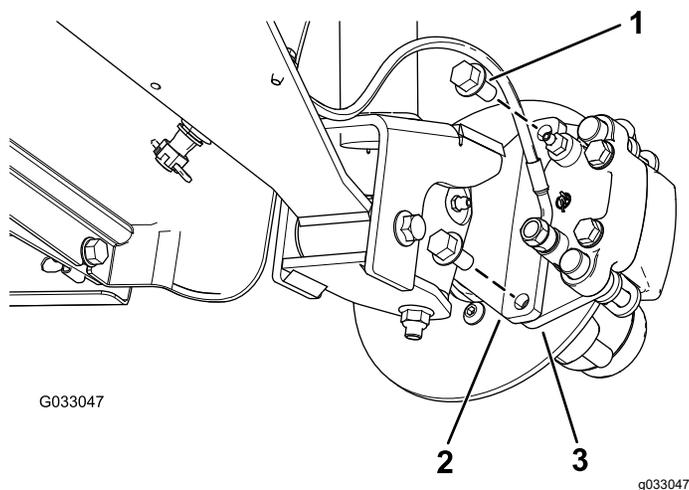
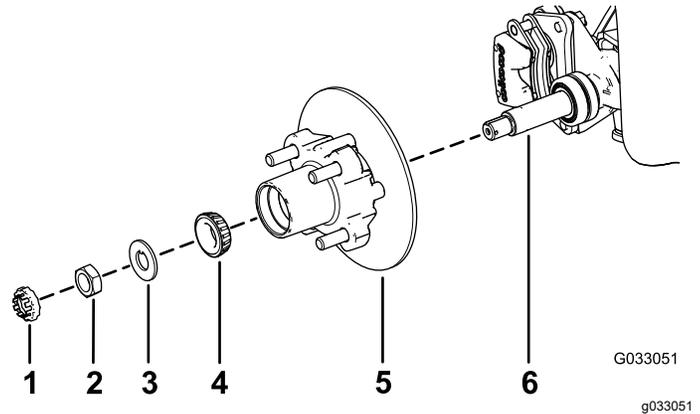

Figura 30
Figura 34
3. Retire los pernos con arandela prensada ($\frac{3}{8}$ " x $\frac{3}{4}$ ") que sujetan el soporte del conjunto de freno al eje y separe el freno del eje (Figura 30).
1. Aplique una ligera capa de grasa del tipo especificado en el eje (Figura 34).
2. Monte el cubo y el rotor en el eje con el rotor hacia dentro (Figura 34).
3. Monte el cojinete exterior en el eje y acople el cojinete al anillo de rodadura exterior (Figura 34).
4. Monte la arandela con pestaña en el eje (Figura 34).
5. Enrosque la tuerca en el eje y apriete la tuerca a 15 N·m, girando el cubo para asentar el cojinete (Figura 34).
2. Alinee las pastillas de freno en cada lado del rotor (Figura 30) y los taladros del soporte de la pinza con los taladros de montaje del freno de la mangueta (Figura 34).
3. Sujete el soporte de la pinza a la mangueta (Figura 30) usando los 2 pernos con arandela prensada ($\frac{3}{8}$ " x $\frac{3}{4}$ ").